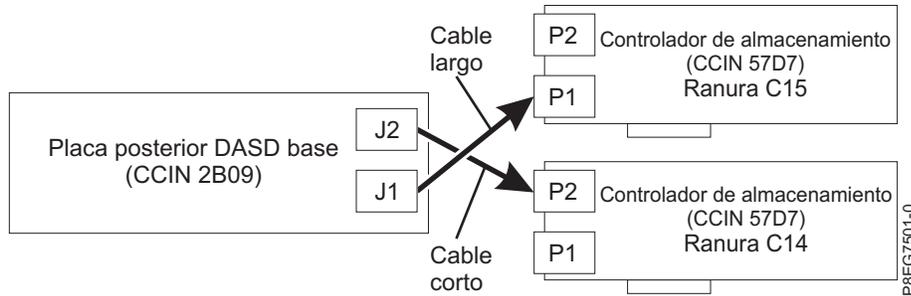

Figura 17. Reconexión del cable SAS en una configuración de discos divididos
- Si tiene dos adaptadores internos PCIe3 x8 SAS RAID (CCIN 57D7) (característica de división de disco), el cable SAS corto conecta el conector de la placa posterior de la unidad de disco superior (J2) al conector P2 en el adaptador de la ranura P1-C14. El cable SAS largo conecta el conector de la placa posterior de la unidad de disco inferior (J1) con el conector P1 en el adaptador de la ranura P1-C15. Consulte Figura 17 en la página 19.